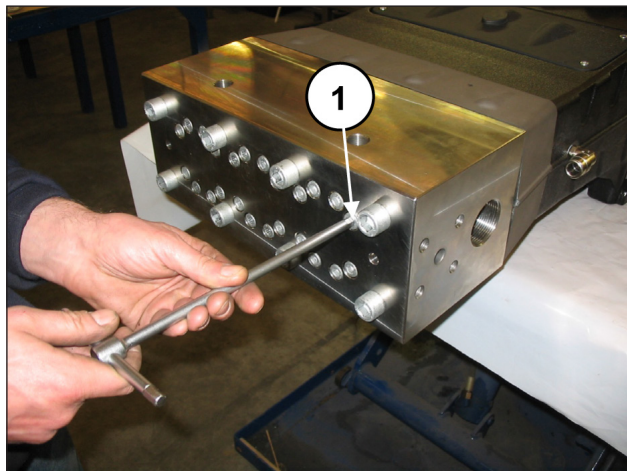
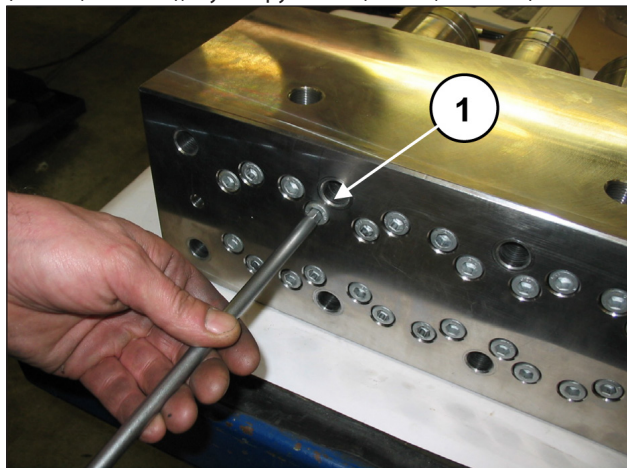
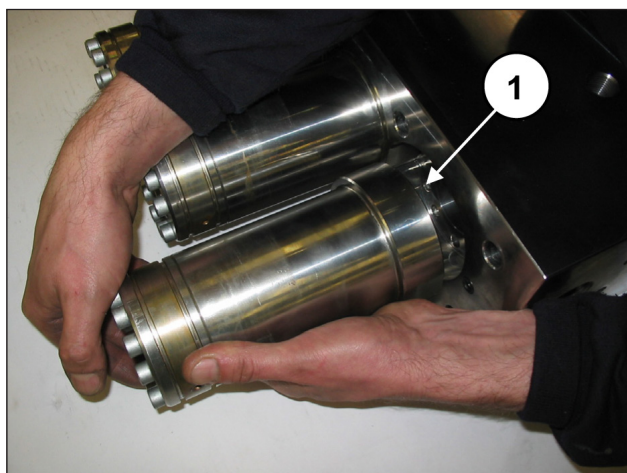

Рис. 106
Рис. 112
Рис. 113
Ослабьте (не снимая) винты M10x140, которые крепят рубашки к торцу (поз. ①, Рис. 106), чтобы разблокировать их.
Снимите винты M10x140, которые крепят рубашки к торцу (поз. ①, Рис. 112), и узлы рубашек (поз. ①, Рис. 113).
Отсоедините торец и отдельную панель рубашек от картера насоса, как указано в п. 2.2.1 (от Рис. 106 до Рис. 113).